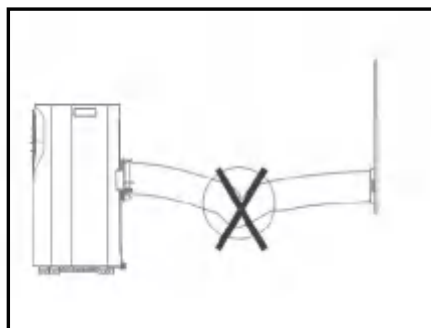

Fig. 9
- Évitez de plier le tuyau. (Fig. 9)